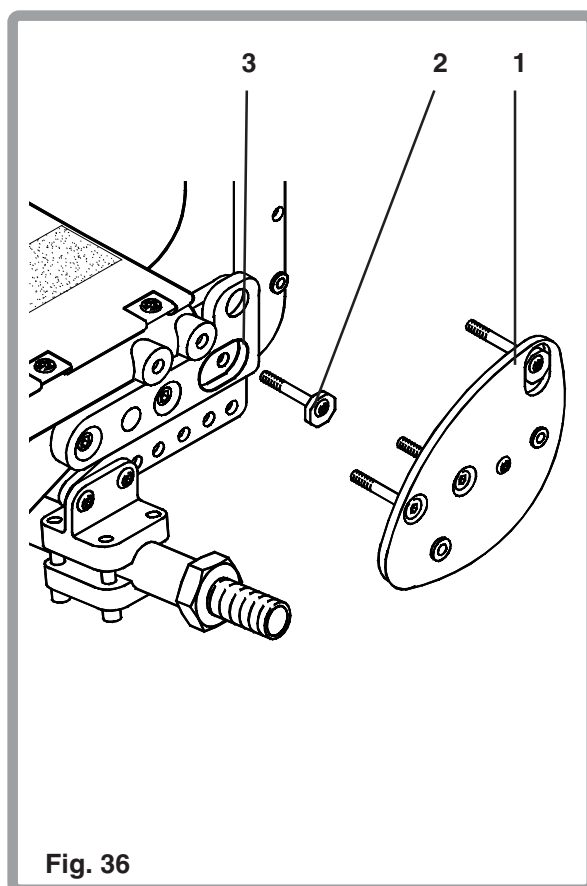

Fig. 36
La position correcte de la roue est réglée en usine. Si vous souhaitez modifier l'angle du siège, il est nécessaire de toujours vérifier le pincement / l'ouverture. (Fig. 36 B). Le réglage (Fig. 36) peut être effectué en retirant la plaque latérale (1) et en desserrant la vis de retenue de la rondelle d'excentrique (2). Ceci doit dégager le logement (3), tourner la rondelle dans la mesure nécessaire. Une fois le réglage désiré obtenu, resserrer la vis (2) et replacer la plaque latérale en resserrant toutes les vis.